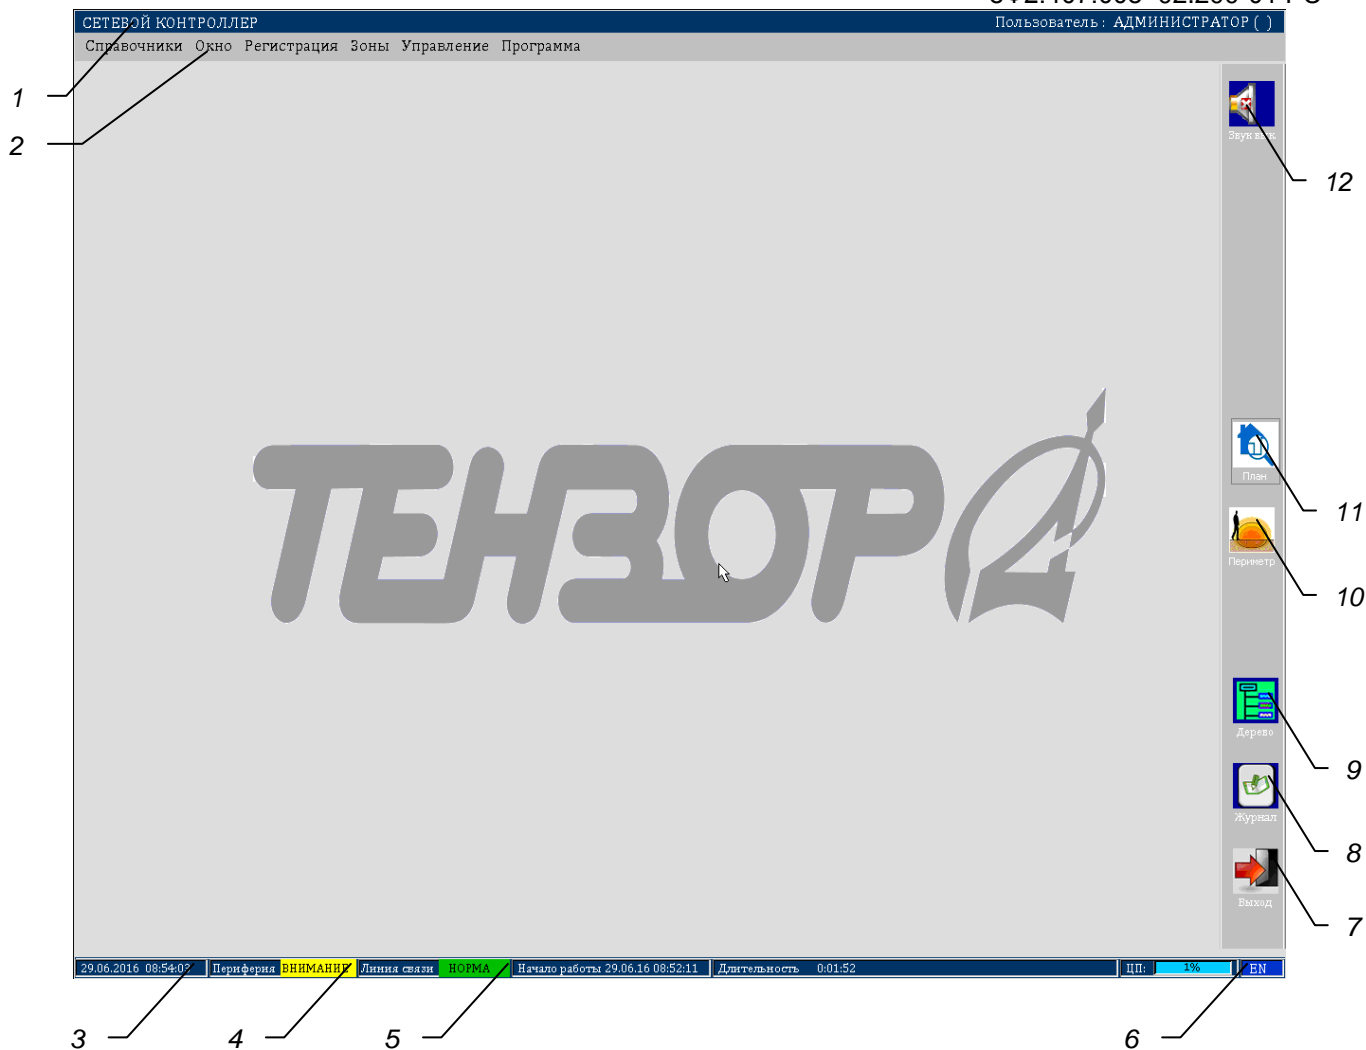

Рисунок 3.3. Главное окно программы в режиме "АДМИНИСТРАТОР".
3.5.2 Если не задана структура объекта, программа стартует с "пустым" деревом, содержащим только один узел с наименованием "Объект 1". Вызов окна "СТРУКТУРА ОБЪЕКТА" осуществляется нажатием кнопки "Дерево" в главном окне программы (поз.9 рис.3.3) или выбором пункта "Структура" меню "Справочники". С каждым узлом дерева связано меню управления, которое позволяет строить структуру объекта и управлять им. Для вызова этого меню необходимо с помощью мыши выбрать требуемый узел и щелкнуть по нему правой кнопкой мыши. Чтобы закрыть это меню, щелкните левой кнопкой мыши по пункту "Закрыть" или нажмите на клавиатуре кнопку "Esc". В этом меню для построения структуры объекта используются пункты второго подраздела: